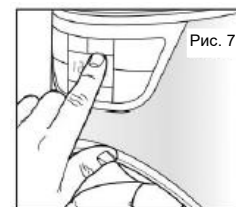

Рис. 7
1. Чтобы выключить голубой свет и стереть счет циклов, нажмите кнопку  (Рис. 7).